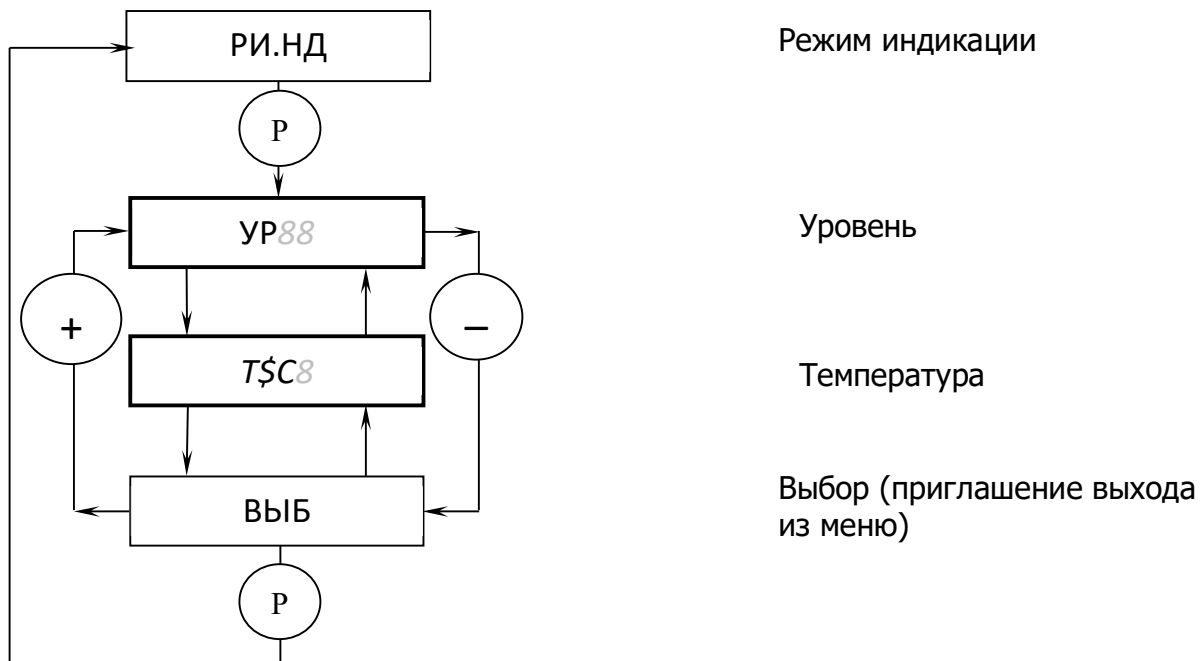

Рис. 16. Меню режима индикации
- нажать последовательно кнопку «+» или «-» до появления сообщения «РИ.НД» и попадания в меню режима индикации (рис. 16);